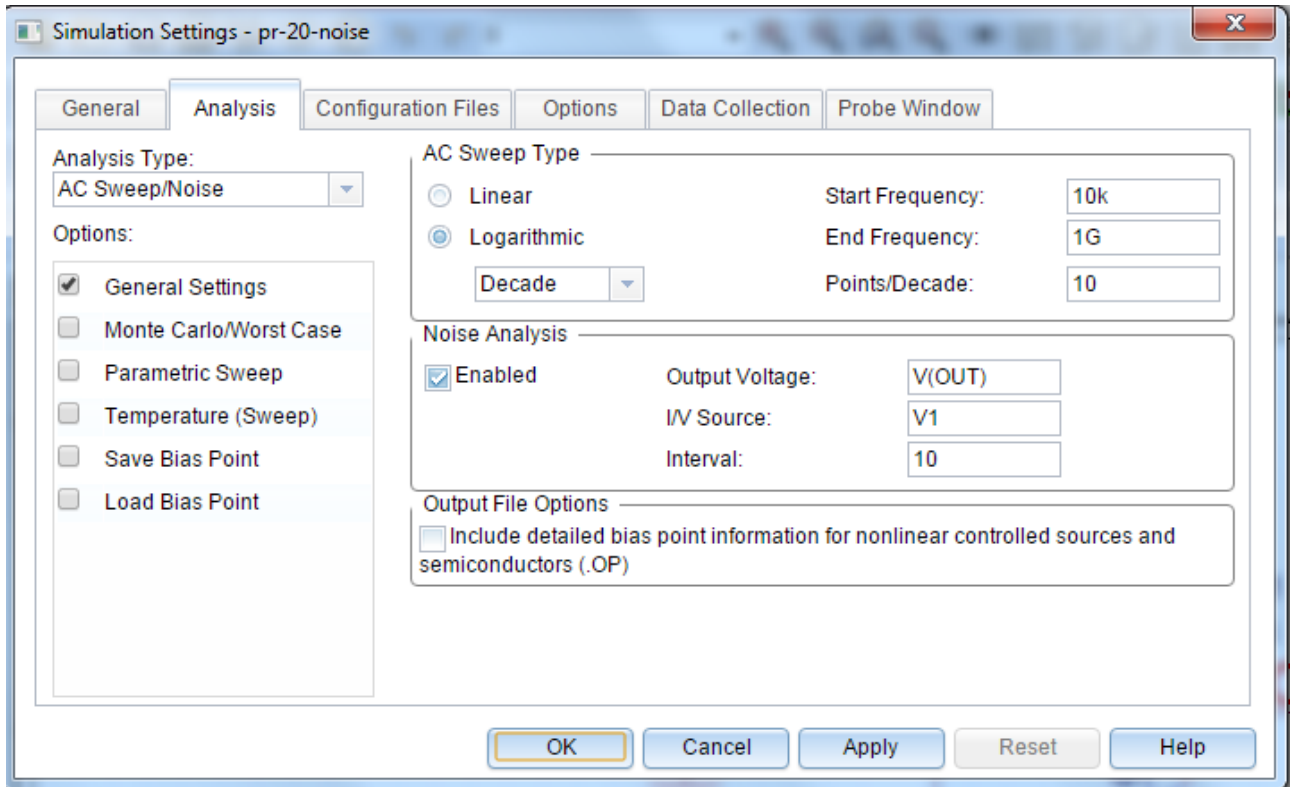

Рис. 13.2. Установка развертки по частоте
1. Сначала надо настроить и запустить развертку по частоте AC sweep. Установим начальное значение частоты 10кГц, конечное 1ГГц, логарифмическую развертку по декадам с количеством точек на декаду 10 (рис. 13.2).
3. Далее надо настроить параметры моделирования шума и включить анализ шума в профиле моделирования, установив Enable (рис. 13.2), выходное напряжение V(OUT).